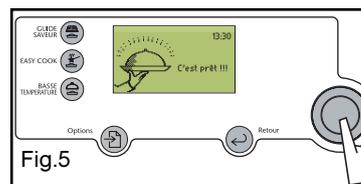

Fig.5
- Le four sonne et s'éteint lorsque la durée de cuisson est terminée et votre écran vous indique alors que le plat est prêt (fig 5).
- Le four s'éteint lorsque la durée de cuisson est terminée et votre écran vous indique alors que le plat est prêt (fig 5).